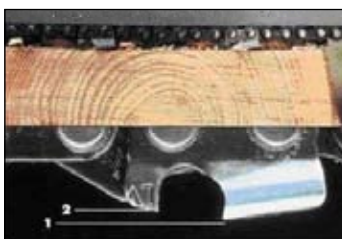

Рис.3
Каждое звено действует как маленький рубанок (см. рис.3). Эффективность пиления определяется разницей в высоте режущего зуба (1) и зуба - ограничителя (2). Различие в высоте определяет насколько глубоко зуб будет врезаться в дерево. Зуб-ограничитель должен быть на 0,65-0,75 мм ниже режущего зубца (см. таблицу на стр.2). Установите напильник в держатель (3) заточного устройства и затяните обе блокировки с двух сторон с помощью закручивания винтов с головкой (4). Смотрите рис.А.